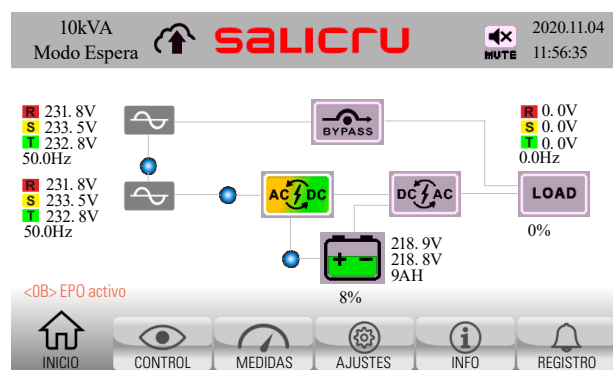

Fig. 59. Pantalla Principal con paro de emergencia EPO activado. No hay tensión de salida.
2. Aparece nueva alarma <0B> "EPO activo" en el panel de control, y el equipo transfiere automáticamente a modo espera (Fig. 59).